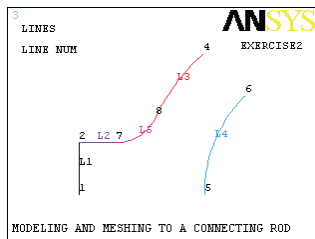

图 2-37 线段倒角结果显示
11) 选择 Utility Menu | Plot | Lines 命令, ANSYS 显示窗口将显示线段倒角后的结果, 如图 2-37 所示。